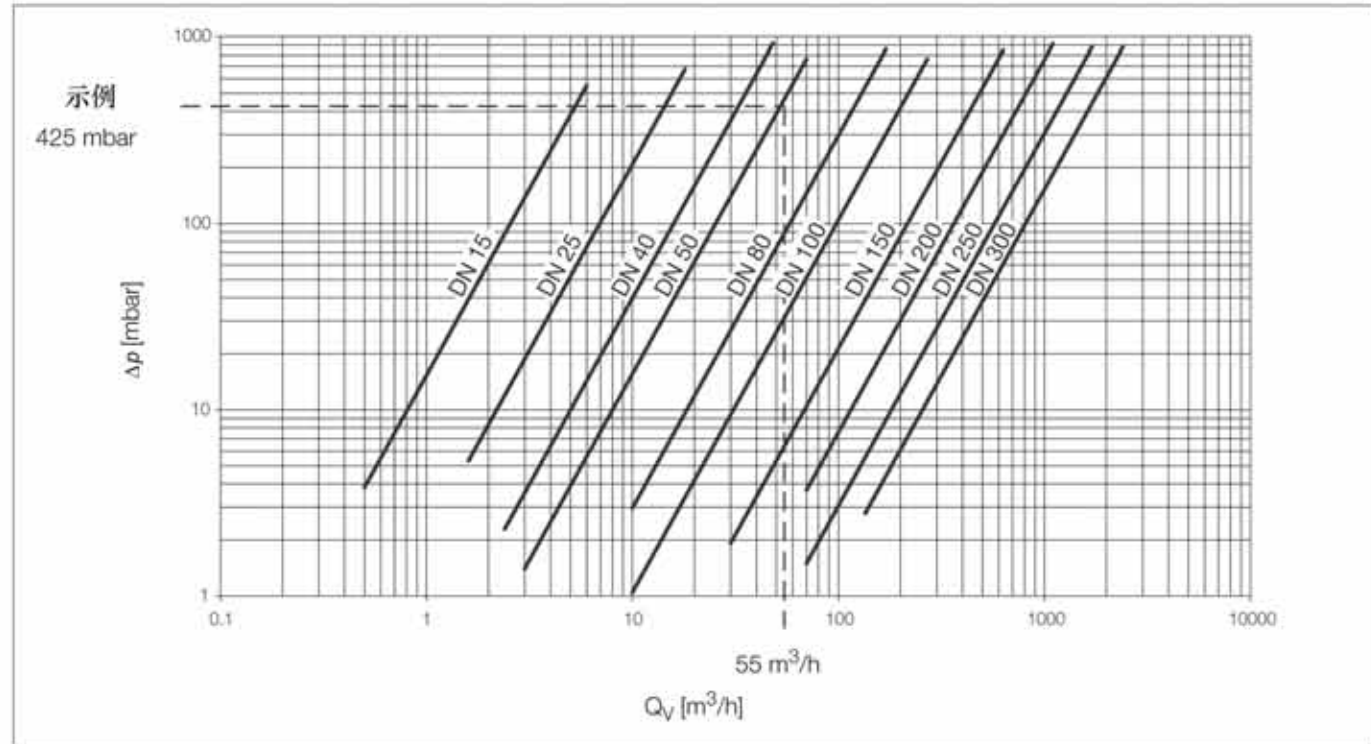

图5：压力损失，水（20°C，1013 mbar，ρ = 998 kg/m³），DIN 设计
对于水，参见图5（20°C，1013 mbar，ρ = 998 kg/m³）。
Δp= 压力损失，水 [mbar]（来自图5）
- 2 cSt 时的线性范围起始值（来自图5）：QVmin = 6 m³/h